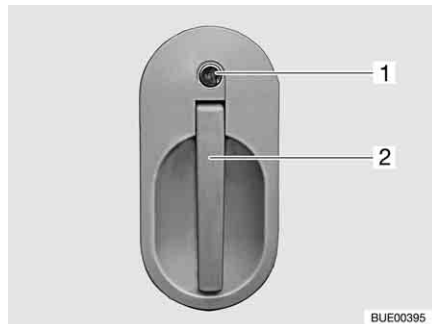

Fig. 37 Serrure de la porte chauffeur, à l'extérieur
- Insérer la clé dans le barillet (Fig. 37,1) et la tourner jusqu'à ce que la serrure de la porte soit déverrouillée.
- Tirer sur la poignée de la porte (Fig. 37,2). La porte est ouverte.
- Insérer la clé dans le barillet (Fig. 37,1) et la tourner jusqu'à ce que la serrure de la porte soit verrouillée.